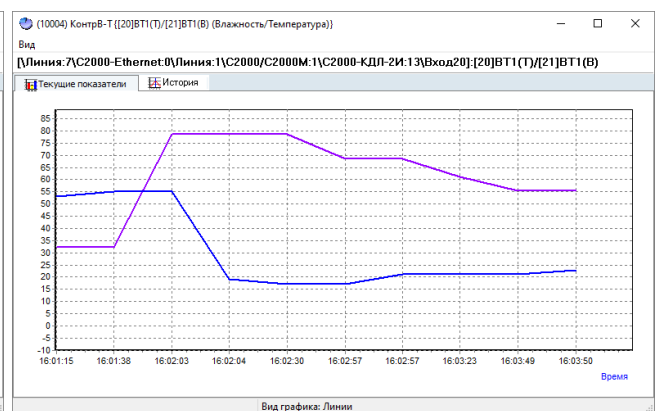

Рисунок 12-65 Вид графика "Линии"
- *Линии* – линейный график (см. Рисунок 12-65).